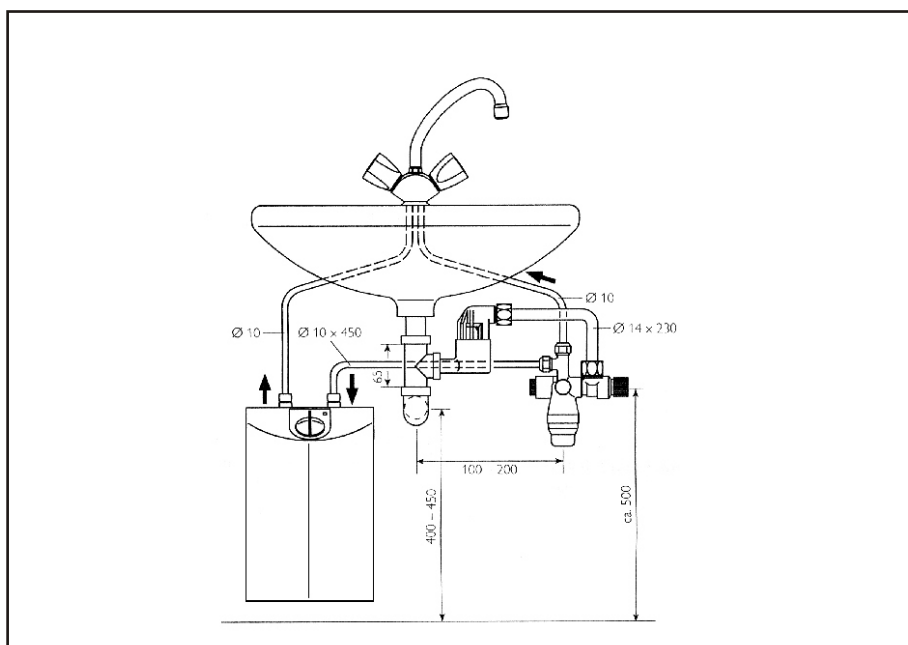

Рис. 21
- Навинтить сливную воронку на переставную трубу и с помощью колена 14 мм соединить с группой безопасности (отвод излишка воды, образовавшегося в результате расширения). Для подключения второго заборного крана необходимы тройники артикул 07 05 58 (рис. 21).